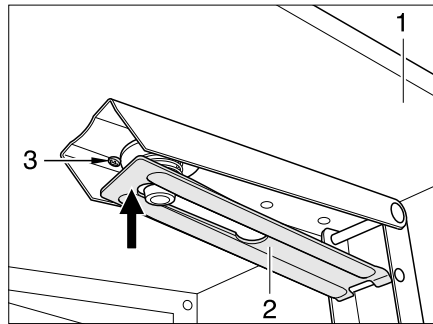

Bild 62 Stütze Sitzbankverlängerung
- Die Sitzbankverlängerung (Bild 62,1) nach oben klappen. Die Stütze (Bild 62,2) rastet selbsttätig ein.
- Die Stütze (Bild 62,2) gegen den Widerstand der Spiralfeder (Bild 62,3) in Pfeilrichtung nach oben drücken. Die Sitzbankverlängerung ist entriegelt.